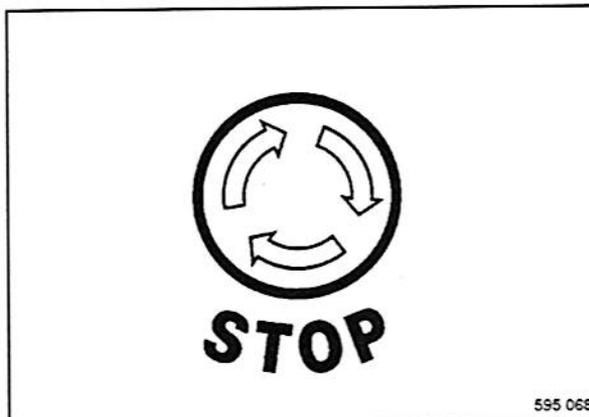

Fig. 94
- Hundir el botón del interruptor de parada de emergencia (Fig. 94), en posición final se bloquea de forma automática.